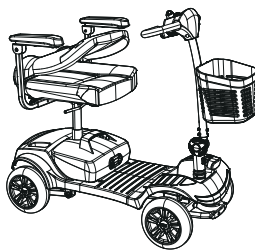

Abbildung 9
2. Stehen Sie auf auf der Rückseite des Fahrzeugs und klappen Sie die Rückenlehne nach unten (siehe **Abbildung 9**).